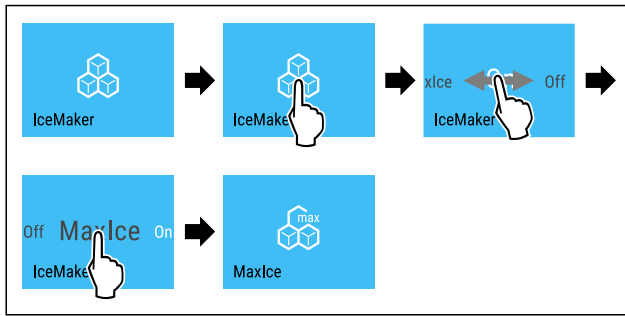

Fig. 42
- ▶ Handlungsschritte (siehe Fig. 42) durchführen.